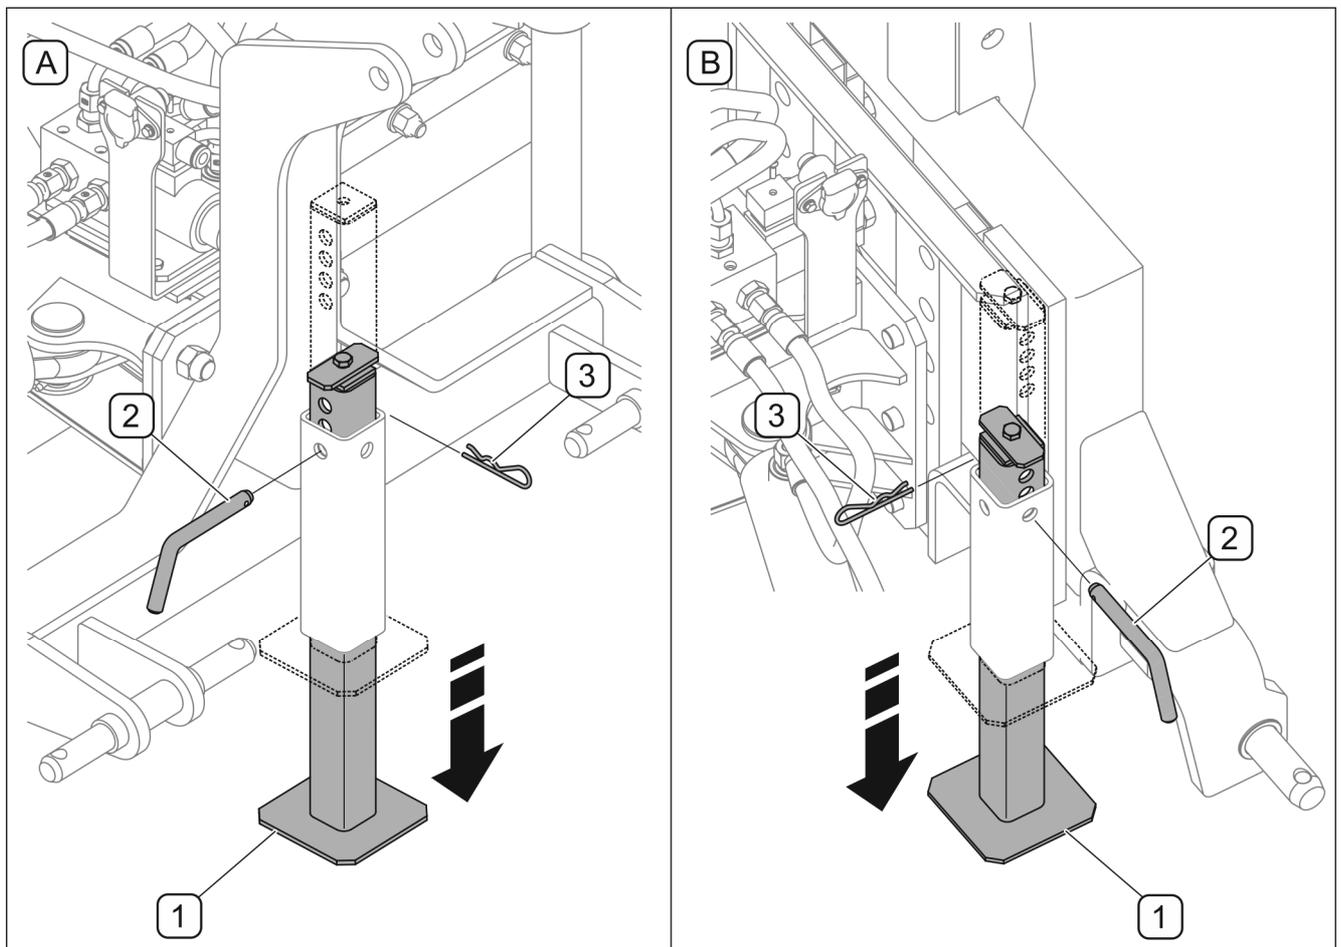

ABBILDUNG 4.5 Anheben des Stützfußes
- Mit dem Schlepper heranfahren und die Unterlenker der Dreipunkthydraulik den unteren Punkten (A) bzw. (B) (*je nach Kategorie der Dreipunkthydraulik*) der Pflugaufhängung näher bringen.
- Die unteren Punkte (A) oder (B) (*je nach Kategorie der Dreipunkthydraulik*) der Pflugbefestigung mit den Unterlenkern des Trägerfahrzeugs verbinden.
- Den Oberlenker oder die „Zentralkupplung“ mit dem oberen Befestigungspunkt (A) oder (B) verbinden und sichern.
- Den Standfuß anheben und mit dem Stift und Splint sichern (ABBILDUNG 4.5).
- Den Ausleger absenken und den Rahmen so nach unten drehen (A), dass sich die Befestigungspunkte am Schnellkupplungsrahmen unterhalb der Befestigungshaken am Pflug befinden;
- Den Ausleger (B) so anheben, dass sich die Befestigungspunkte in den Haken des Pfluges befinden und durch Steuern des Auslegers des Laders den Rahmen nach hinten bewegen (C), bis der Schnellkupplungsmechanismus einrastet;
- Den Stützfuß anheben (ABBILDUNG 4.5);
Beim Anheben des Stützfußes (ABBILDUNG 4.5) ist wie folgt vorzugehen: